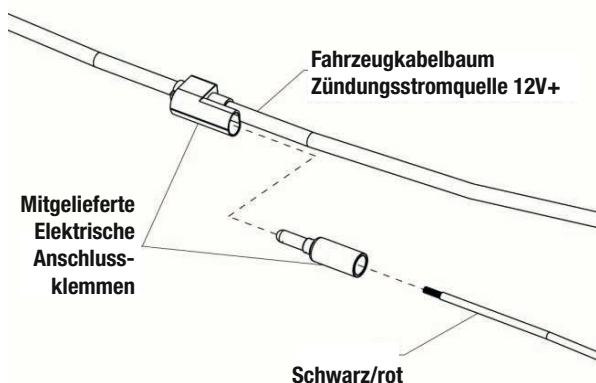

Abbildung 9. Zündungs-PLUS-Stromquellenanschluss G10756
8. Schließen Sie das unkonfektionierte SCHWARZ-ROTE Zündungs-PLUS-Stromquellenkabel des fahrzeugseitigen Kabelbaums (17) mit den mitgelieferten elektrischen Anschlussklemmen an eine Zündungs-PLUS-12-V+-Stromquelle am Fahrzeug an, wie in Abbildung 9 dargestellt. Position und Klemmentyp hängen von der Anwendung ab.